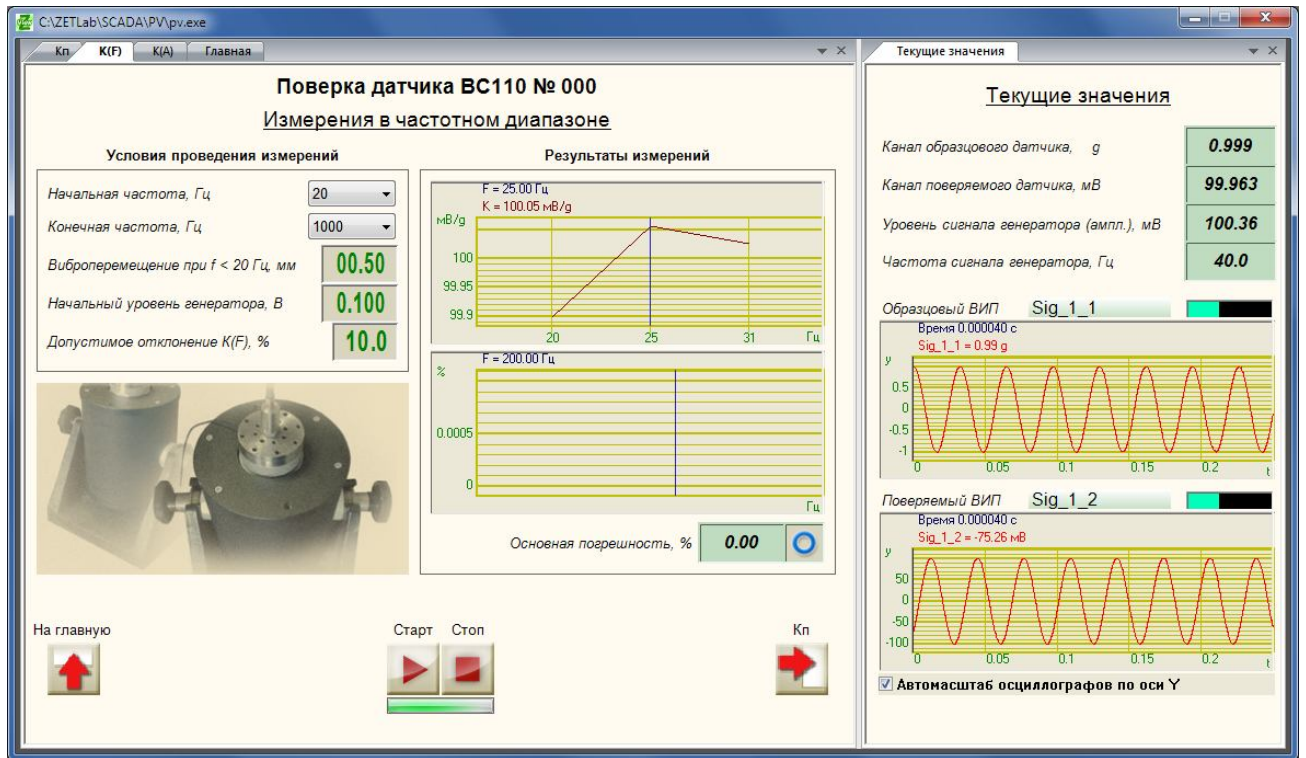

Рисунок 8.8 – Измерения в частотном диапазоне
18. В процессе измерений на вкладке «K(F)» под кнопками «Старт» и «Стоп» отобразится индикатор процесса, а на верхнем графике в рамке «Результаты измерений» будет строиться график зависимости коэффициента преобразования от частоты, на вкладке «Текущие значения» отобразятся показания вольтметров по образцовому и измерительному каналам, напряжение и частота генератора, осциллограммы и интегральные уровни сигналов с вибропреобразователей (Рисунок 8.8).